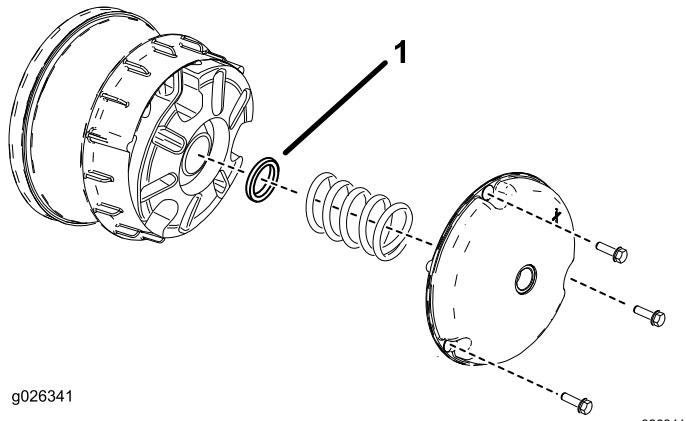

Figura 62
2. Retire os parafusos que prendem a cobertura principal da embraiagem como se mostra na Figura 62.